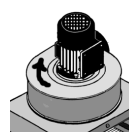

Рисунок 8.7
8.7. Проверьте направление вращения крыльчатки вентилятора – направление вращения крыльчатки по стрелке, нанесенной на улитке вентилятора (по направлению улитки см. рис. 8.7)
8.8. Установка альтернативных приемных камер (рис. 8.7). Ослабьте и удалите винты, удерживающие приемную камеру. Установите альтернативную приемную камеру аналогичным образом. Альтернативные приемные камеры указаны в п. 1.3.